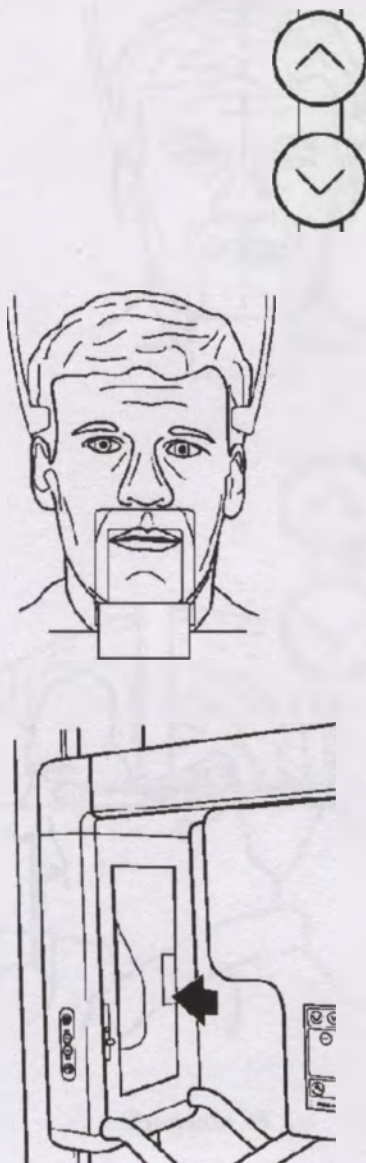

Рисунок 37
8.2.6 Нажмите кнопку **Up/Down**, чтобы настроить высоту держателя для губы так, чтобы он находился на одном уровне с верхней губой пациента (см. рисунок 37).